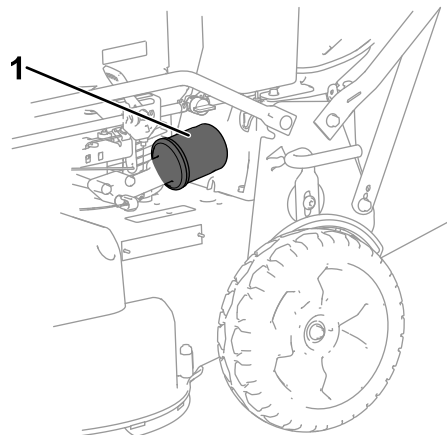

Figura 28
6. Retire o filtro do óleo (Figura 28).